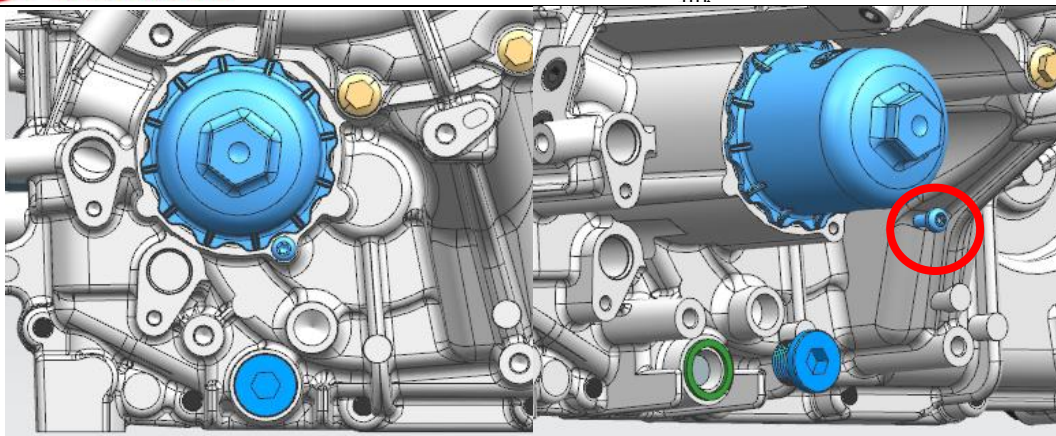

图 12 滤清器及防松螺栓
- （6）拆卸滤清器，先拆下滤清器防松螺栓（安装时，螺栓拧紧力矩为 $6 \pm 1\text{N.m}$ ），如图 12 所示。